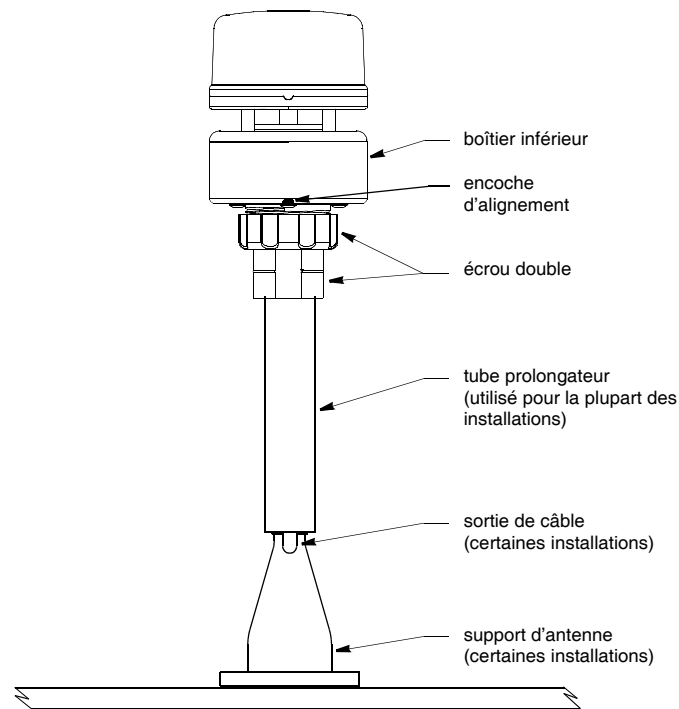

Figure 4. Installation (Modèle illustré: 150WX)
2. Positionnez les accessoires de fixation perpendiculairement à la surface d'installation. Si nécessaire, utilisez des cales pour niveler la surface d'installation (Figure 4).
6. Au besoin, vissez un tube prolongateur sur le support d'antenne (Figure 4).
5. Faites coulisser l'écrou prisonnier vers le haut et vissez-le dans le boîtier inférieur du capteur WeatherStation (Figures 4 et 5). **Serrez à la main** uniquement. Ne serrez pas exagérément. *Veillez à ne pas faire pivoter le capteur WeatherStation ce qui en modifierait l'alignement. Veillez également à ne pas desserrer l'écrou du support d'antenne ou du tube prolongateur.*